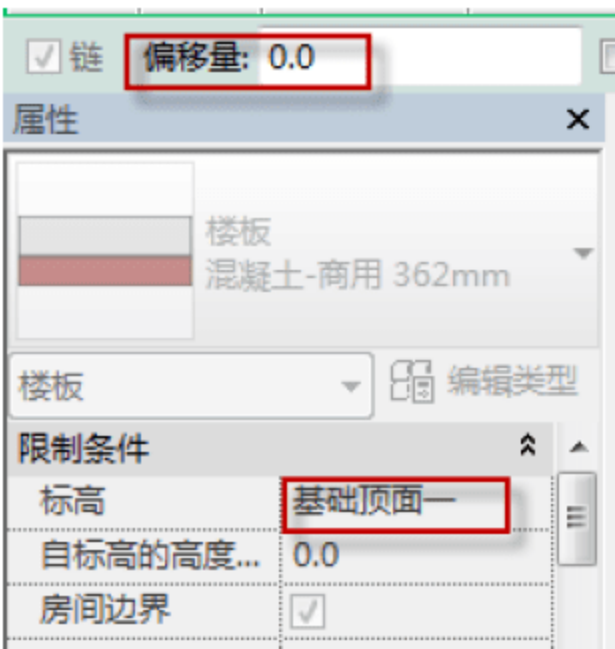
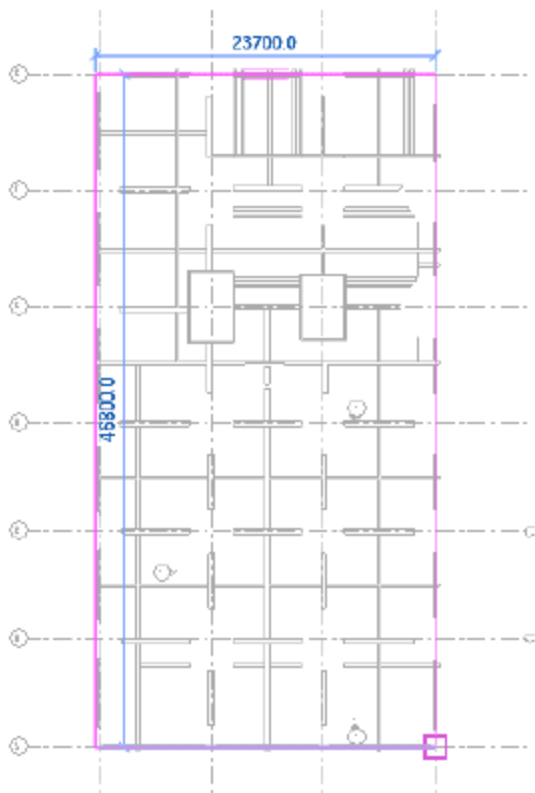

图 3.1.82 调整偏移量
图 3.1.83 绘制底板轮廓
(3) 绘制地下室底板。将偏移量设置为 0，如图 3.1.82 所示。单击“矩形”按钮，绘制地下室底板轮廓，调整跨方向，单击√按钮，完成绘制，如图 3.1.83 所示。